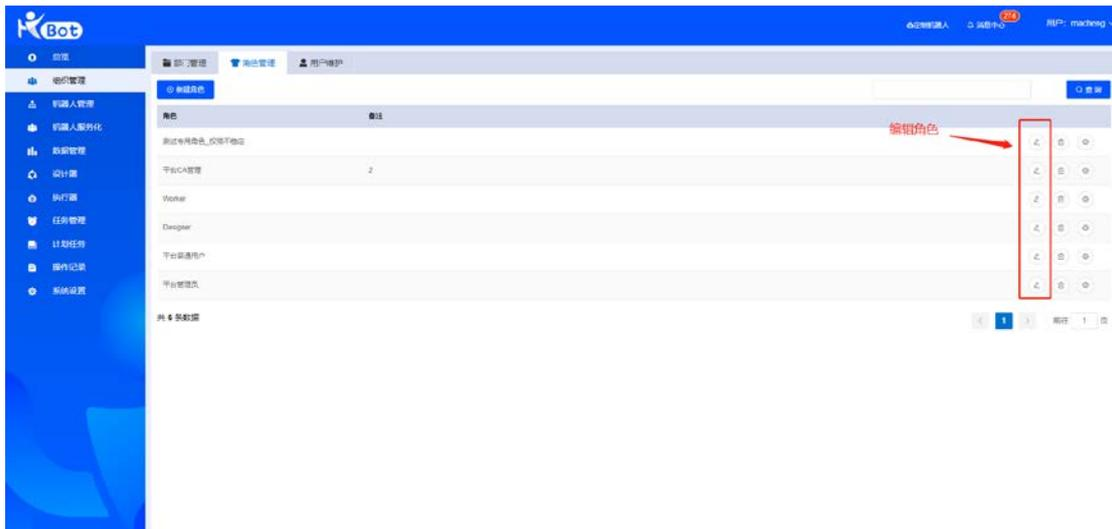

图 18
- **编辑角色：**修改角色信息，包括角色编码、角色名称、备注。所有已存在角色都可以被编辑，如图 18。